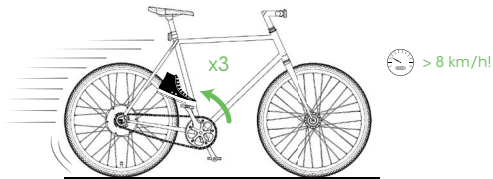

Figure 2: Procédure d'activation de BIKE all in one
2.1 Procédure d'activation du BIKE all in one (voir Figure 2)